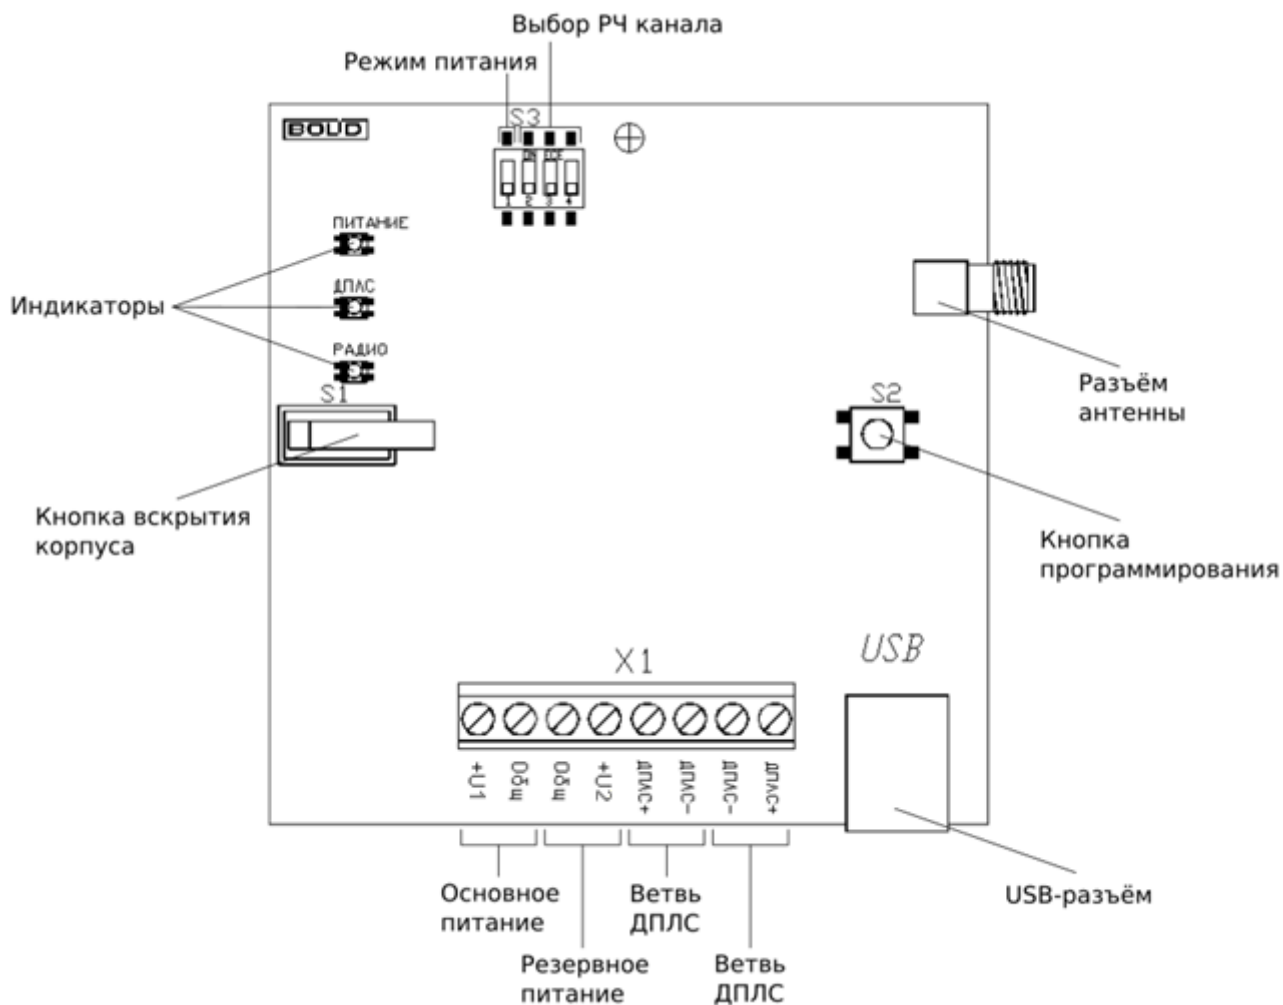

Рисунок 2.2 Расположение элементов на плате
На плате прибора располагаются клеммы проводных подключений и органы управления прибором (см. Рисунок 2.2):
Выбор режима питания осуществляется при помощи переключателя S3.1, расположенного на плате прибора (см. Рисунок 2.2). Значение положений переключателя приведено в Таблице 2.1.
В режиме питания от внешних источников, подключаемых к клеммам радиорасширителя (см. Рисунок 2.2), при штатной работе системы отсутствует потребление из сети ДПЛС. В данном режиме APP32 контролирует напряжение внешних источников питания, которое должно находиться в диапазоне от 9 до 28 В.
Выбор РЧ канала вручную осуществляется при помощи переключателей S3.2—S3.4, расположенных на плате прибора (см. Рисунок 2.2).
Процедура запускается посредством комбинации нажатий кнопки программирования S2 (см. Рисунок 2.2) «двойное короткое – длинное». Процедуру также можно запускать командой с ПК, при помощи программного средства «Конфигуратор C2000P» (см. Раздел 2.3.4).
При необходимости процедуру можно прервать, для этого следует произвести одновременное короткое нажатие на кнопку программирования S2 и кнопку вскрытия корпуса S1 (см. Рисунок 2.2).
- При открытом корпусе АРР32, на кнопке программирования **S2** (см. Рисунок 2.2) произвести комбинацию нажатий *«однократное короткое – длинное»*. Также управление режимом подключения доступно на ПК, при помощи программного средства «Конфигуратор С2000Р» (см. Раздел 2.3.4);